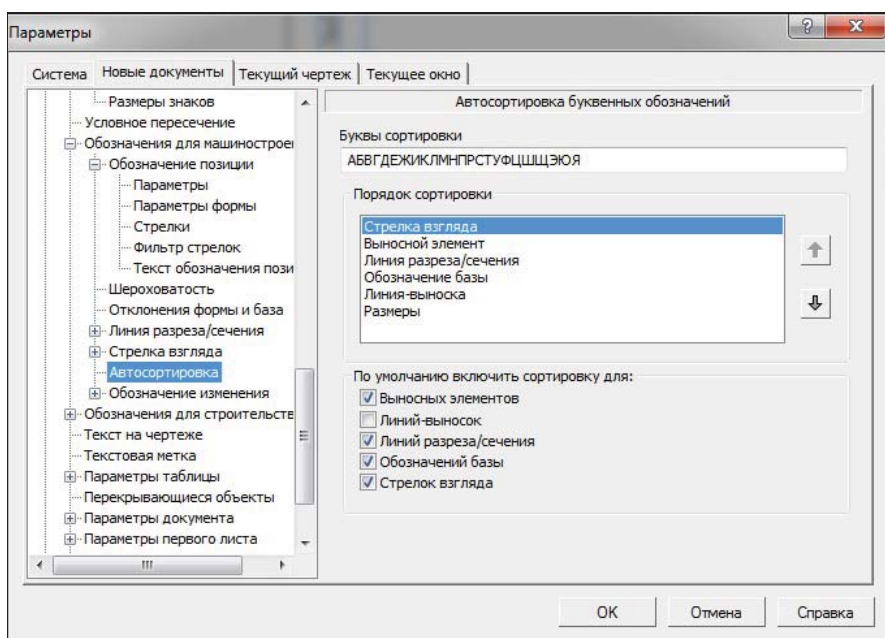

Рис. 17.29. Диалоговое окно Параметры с открытой панелью Автосортировка
- ◆ щелкните по пункту **Автосортировка** (рис. 17.29) — в правой части откроется панель **Автосортировка буквенных обозначений**. В разделе **По умолчанию** включить сортировку для включены опции для сортировки объектов оформления по ЕСКД;